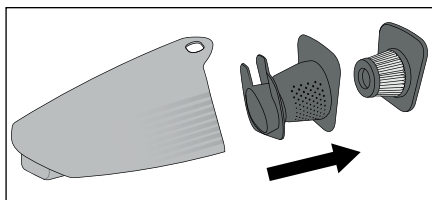

Fig. 3
- 3) Retire primero el filtro HEPA **6** y después el filtro grueso **7** del depósito de suciedad **8** (fig. 3). Sacuda ambas piezas sobre un cubo de basura o un contenedor similar. En caso necesario, puede enjuagar el filtro HEPA **6** con agua limpia. Tras esto, deje que se seque completamente al aire.